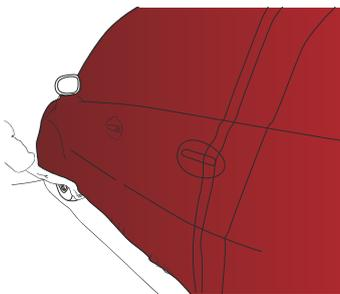

Figure 30
- › Tendre le film sur le passage des poignées et vérifier avec la raclette que vous faites le tour des poignées. Une fois le passage des poignées fait, tendre le film jusqu'au bas de caisse. (FIG. 30)